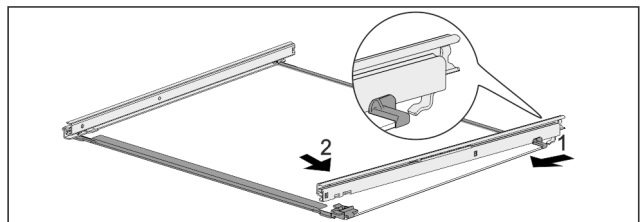

Fig. 105 Placa de vidrio con guías
- ▶ Enganche la guía por detrás. Fig. 105 (1)
- ▶ Encastre la guía por delante. Fig. 105 (2)